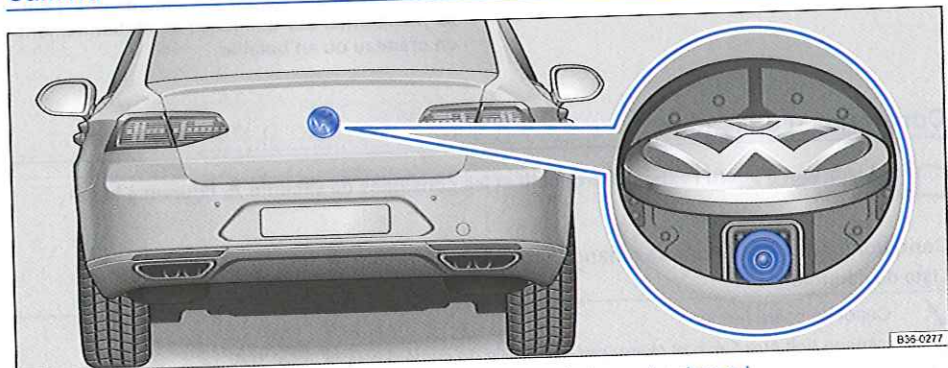

Fig. 166 Dans le capot de coffre : emplacement de montage de la caméra de recul.
Une caméra située dans le capot de coffre ⇒ fig. 166 assiste le conducteur en cas de stationnement en marche arrière ou de manœuvres. L'image de la caméra ainsi que les lignes d'aide à l'orientation sont projetées par le système sur l'écran du système d'infodivertissement de première monte.
- ✓ L'image doit être fiable et claire, par ex. lentille de caméra propre ⇒ fig. 166.
La caméra de recul $\Rightarrow$ fig. 166 (agrandissement) ne retransmet que des images bidimensionnelles. Les creux ainsi que les objets saillants au sol ou les
Assurez-vous que la lentille $\Rightarrow$ fig. 166 (flèche) est propre et exempte de neige et de givre :